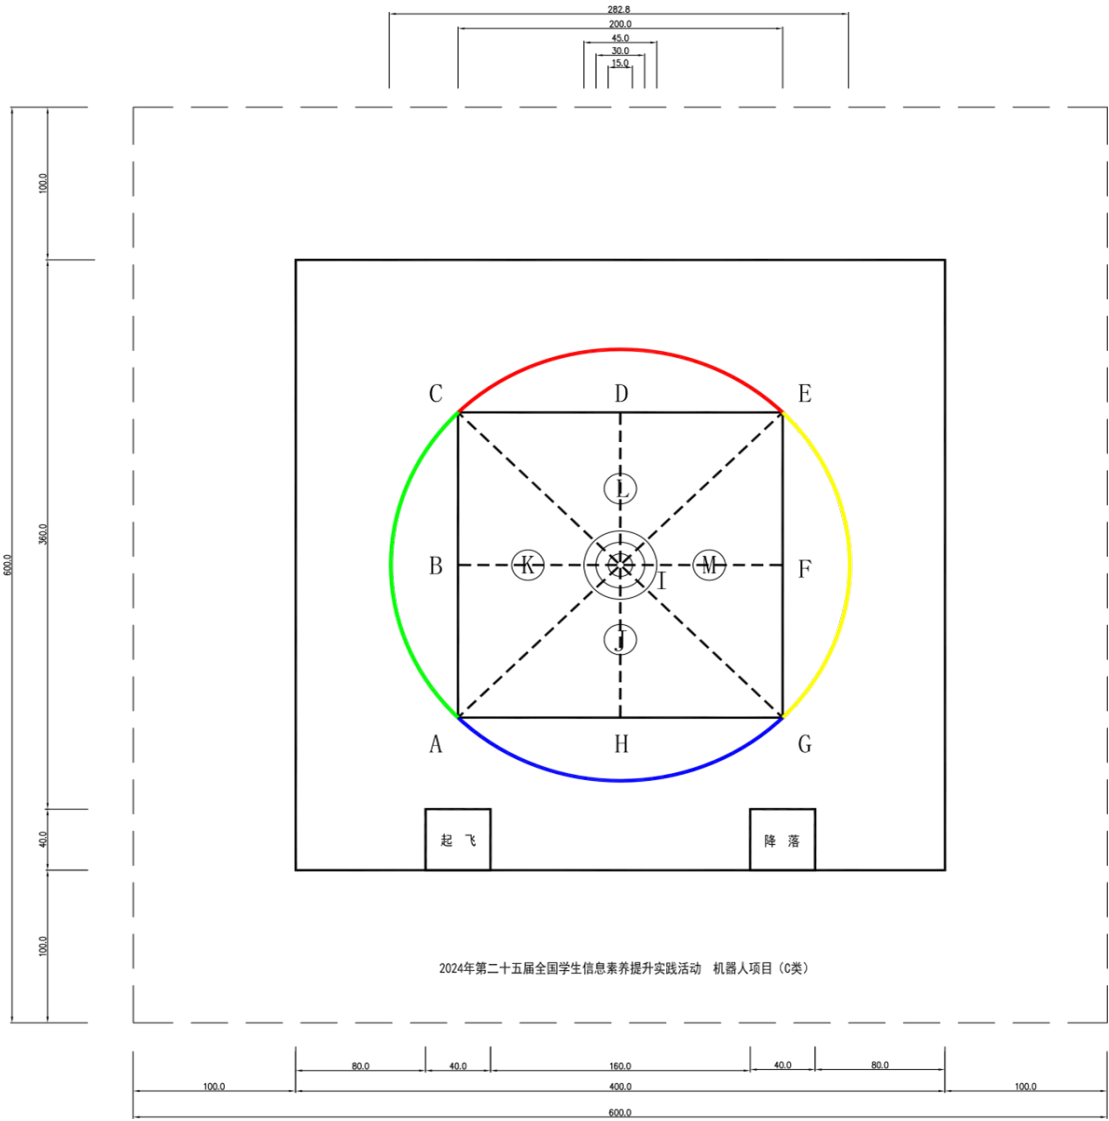
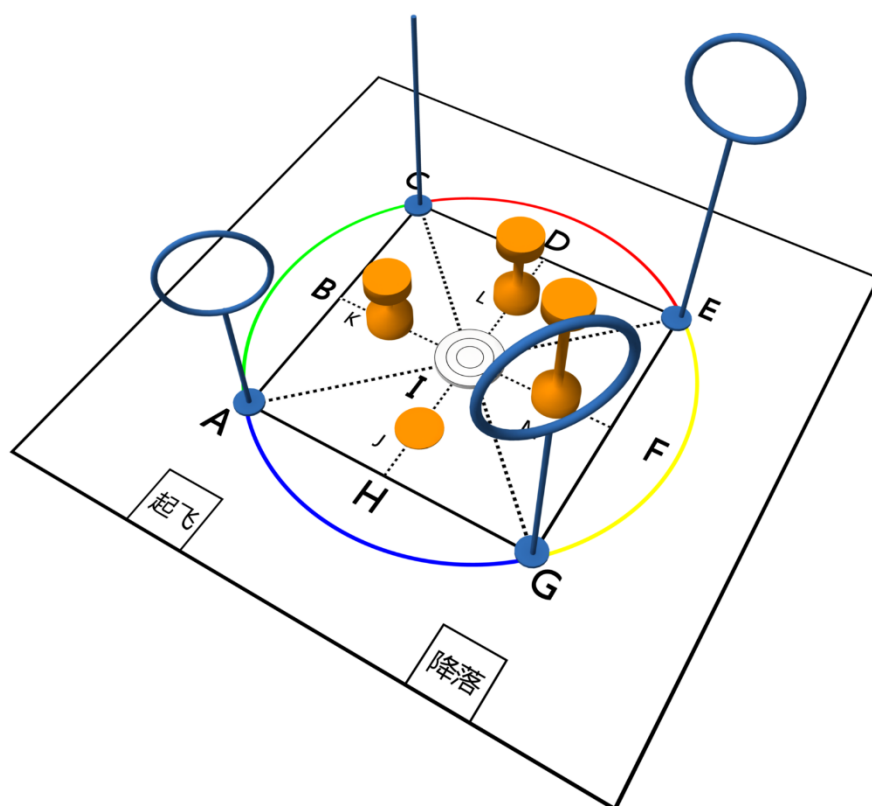

图 1 场地俯视示意图
图 2 场地侧视示意图
1.1 飞行场地为尺寸约400cm×400cm哑光刀刮布材质喷绘地图。起飞及降落区域分别为40cm×40cm的正方形，距离外边框约80cm。飞行安全围网构成600cm×600cm的区域，其中任务区的尺寸是200cm×200cm的正方形，正方形内部为米字形、外部为外切圆，4段彩色圆弧的颜色分别为红色（参考色值为C0 M100 Y100 K0）、黄色（参考色值为C0 M0 Y100 K0）、蓝色（参考色值为C90 M90 Y0 K0）和绿色（参考色值为C80 M0 Y100 K0）。任务点是米字形的8个顶点和中心点，明显标注出A、B、C、D、E、F、G、H和I点，J、K、L、M为线段HI、BI、DI、FI的中点，如图1、图2所示。